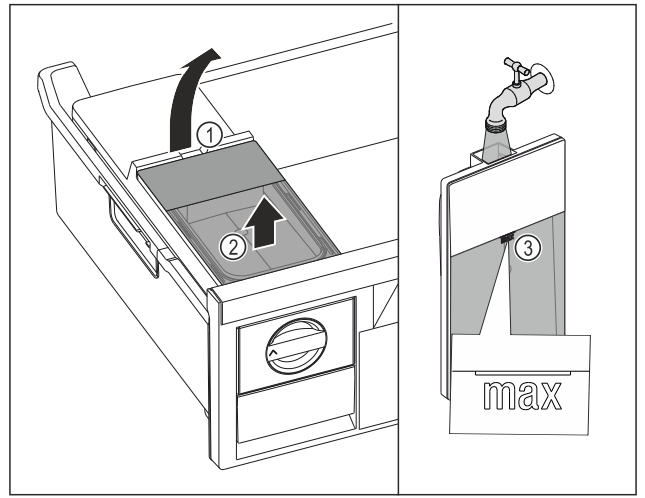

Fig. 71
- ▶ Su deposunu boşluktan Fig. 71 (1) tutarak yukarı kaldırın.
- ▶ Su deposunu yukarı doğru çıkartın. Fig. 71 (2)
- ▶ Su deposuna işarete Fig. 71 (3) kadar içme suyu doldurun.